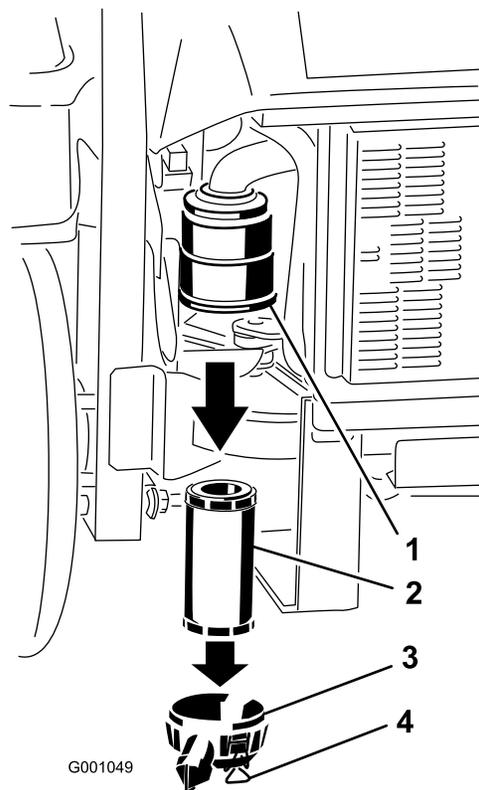

Figura 55
3. Liberte os trincos do filtro de ar e empurre a cobertura do filtro de ar para fora do corpo do filtro de ar (Figura 55).
5. Deslize suavemente o filtro para fora do corpo do filtro (Figura 55).